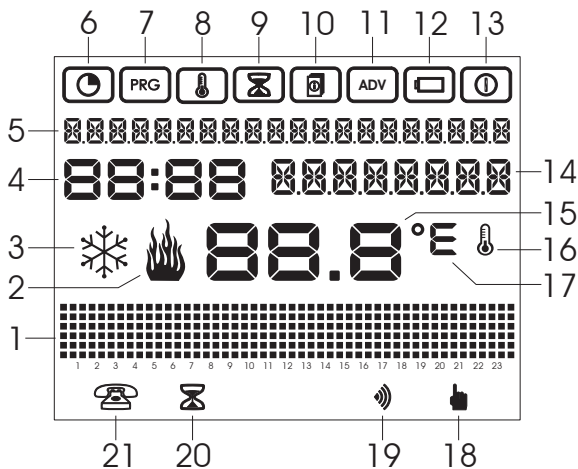

Figura 1
Sul display LCD vengono visualizzate le seguenti informazioni (Figura 1):
- Dalla pagina principale, utilizzando i tasti  $\Delta$  e  $\nabla$ , si possono visualizzare delle informazioni aggiuntive per la zona corrente. Premendo il tasto  $\Delta$  nel campo 14 (vedi Figura 1) compare il nome della zona corrente (se impostato, altrimenti compare la scritta "zona...").